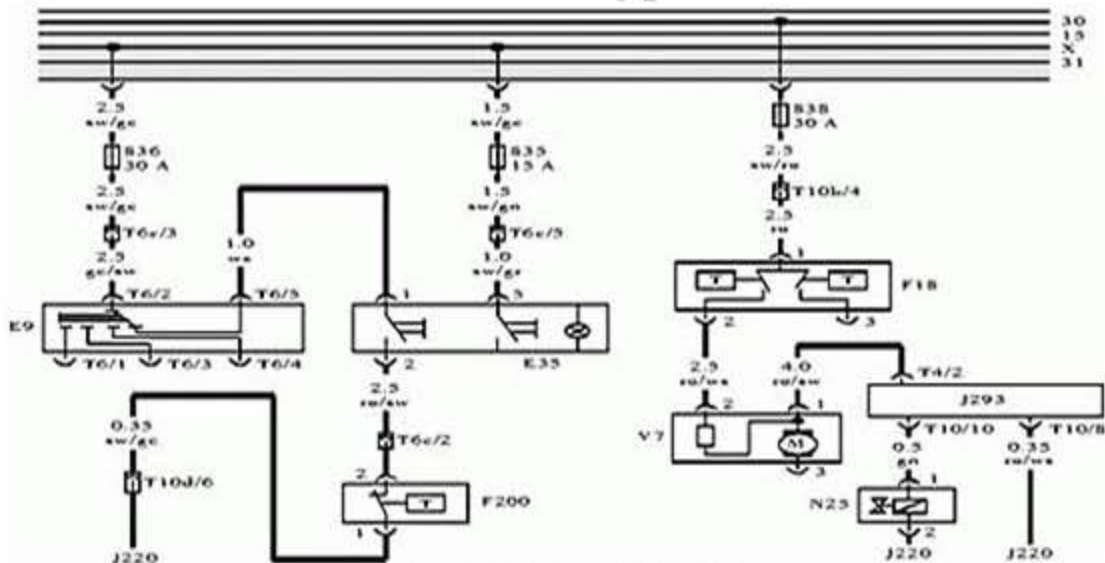

图 1 捷达空调系统电路图
- 2). 2004 年款之后的捷达轿车采用了改进的空调系统, 改变了空调继电器线束的布置, 更多地借助了发动机控制单元的集成控制功能。根据空调系统电路图 (图 1), 发动机控制单元 J220 对高低压开关信号、冷却液温度信号、AC 开关信号以及外界温度信号等接收并分析后, 输出相应的控制信号到空调控制单元 J293, 用来控制电磁离合器 N25 的吸合。值得注意的是, J220 通过接地来控制压缩机电磁离合器的吸合, 接地信号同时也控制风扇低速运转, 这点与 2004 年款之前捷达轿车的控制方式是不同的。